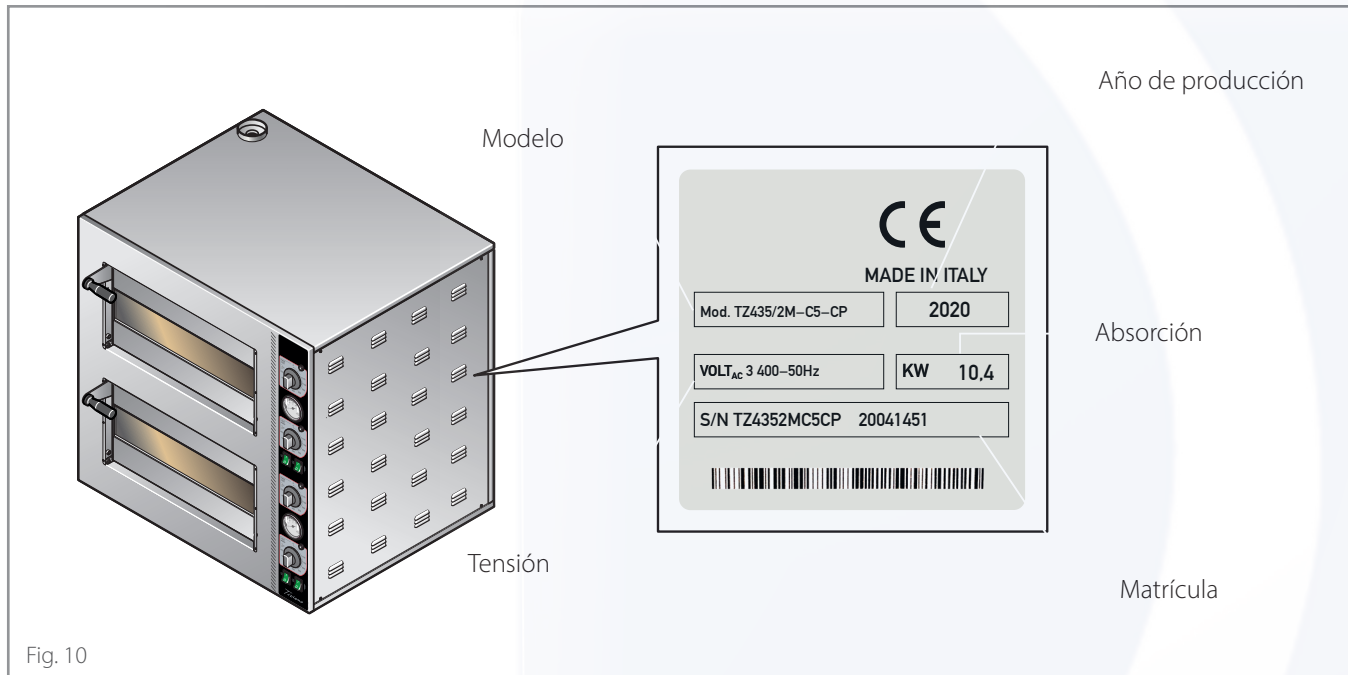

Fig. 10
► Fig. 10
► Fig. 10 El horno está equipado con un drenaje colocado en la parte superior para la evacuación de los vapores que provienen de la cámara de cocción. Dichos vapores y aquellos que normalmente salen de la puerta durante las fases de trabajo **deben ser evacuados hacia el exterior** de una de las siguientes maneras: